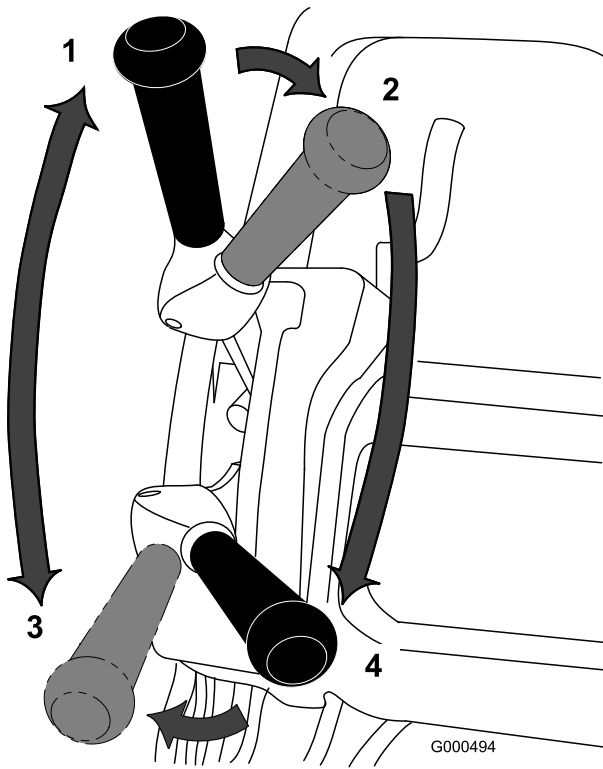

图26
1. 启动发动机、将油门设置为低速、向下推动手柄以提起滚刀组、压低操作员到位控制装置、将牵引杠移至“接合”位置、使剪草机行驶到果岭的环圈上（图26）。
2. 将牵引杆移至“分离”位置、然后接合滚刀驱动杆（图26）。
3. 将牵引杆移至“接合”位置、增加油门速度直至剪草机按照所需的地面行驶速度移动、将剪草机推到果岭区、放下剪草机的前端、然后开始剪草（图26）。